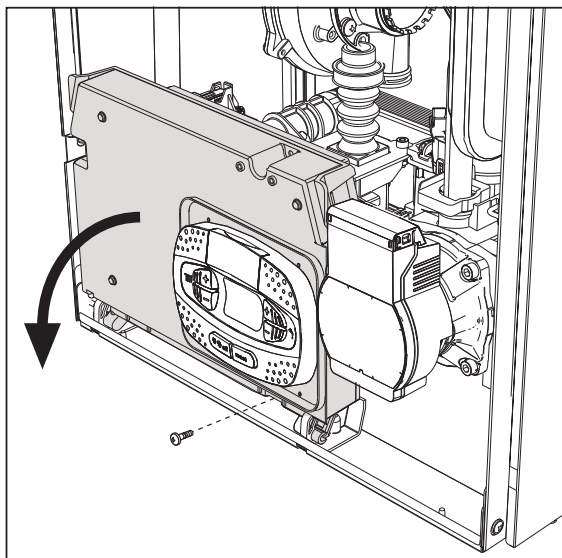
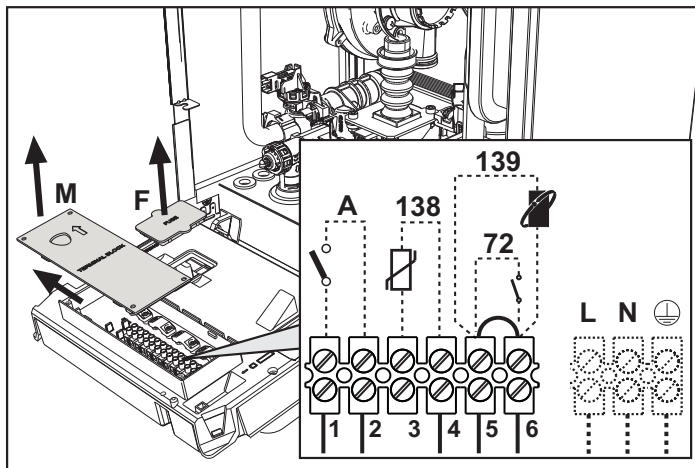

fig. 19
fig. 20
După ce ați scos panoul frontal (*** 'Deschiderea panoului frontal' on page 132 ***) veți putea avea acces la panoul de borne (M) și la siguranța (F) urmând indicațiile descrise în continuare (fig. 19 și fig. 20). **Bornele indicate în fig. 20 trebuie să aibă contactele curate (nu 230 V).** Dispunerea bornelor pentru diferitele conexiuni este indicată și în diagrama electrică din fig. 63.
Configurarea întrerupătorului ON/OFF (A fig. 20)